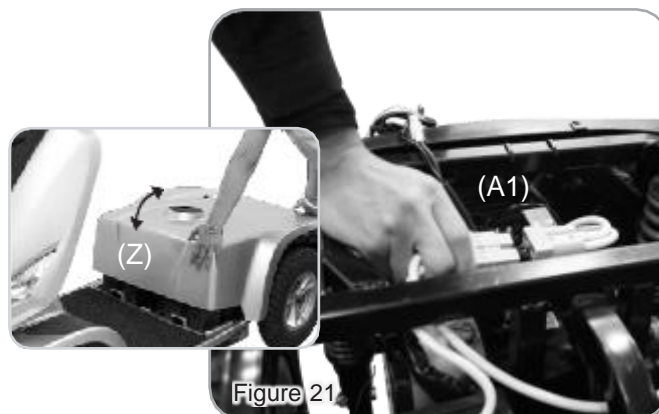

Figure 21
2. Débranchez un connecteur de batterie (A1) (figure 21).